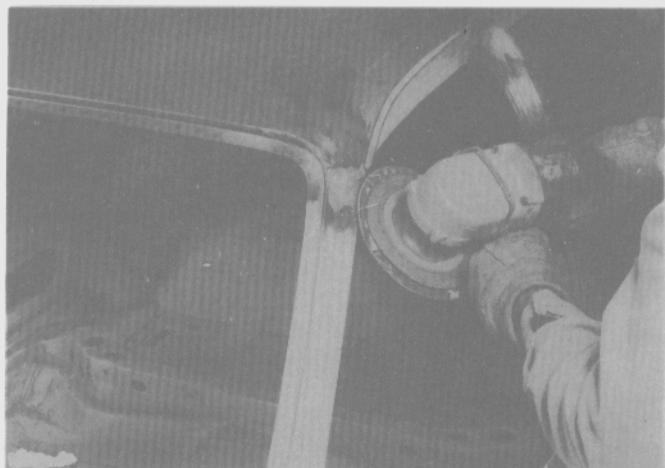

Fig. 61
- Efectuar un terminado a la junta del panel del techo con los pilares "A" y "C" que han sido rellenados con soldadura (Fig. 61).